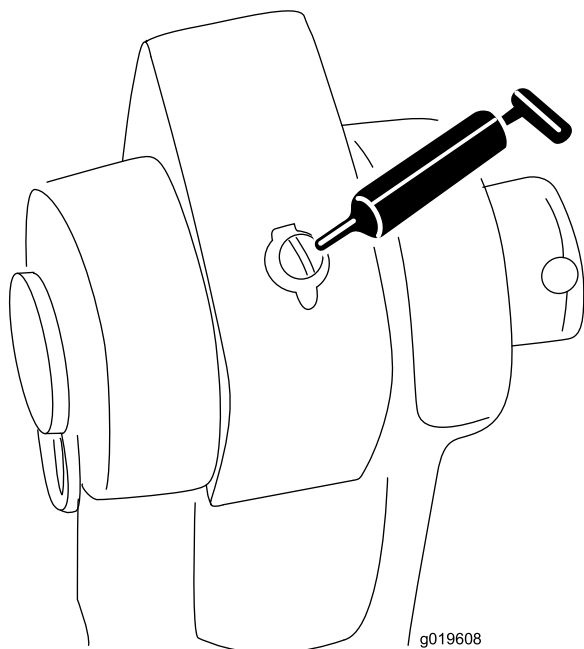

Figure 18
Pivots de vérin (2) – Figure 18